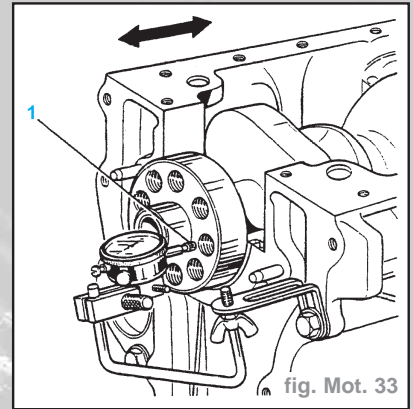

fig. Mot. 33
- Positionner le vilebrequin dans le carter-moteur et monter un comparateur à cadran (1) pour pouvoir effectuer une lecture à l'extrémité du vilebrequin (Fig. Mot. 33).
d'épaisseur. Le jeu axial doit être compris entre **0,05** et **0,15 mm** (Fig. Mot. 33).